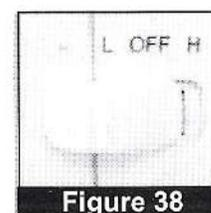

Figure 38
La Máquina de coser ofrece dos ajustes de la velocidad: bajo (L) y high (H). Dependiendo del tipo de la costurale hace, selecciona la colocación apropiada. (Figure 38)